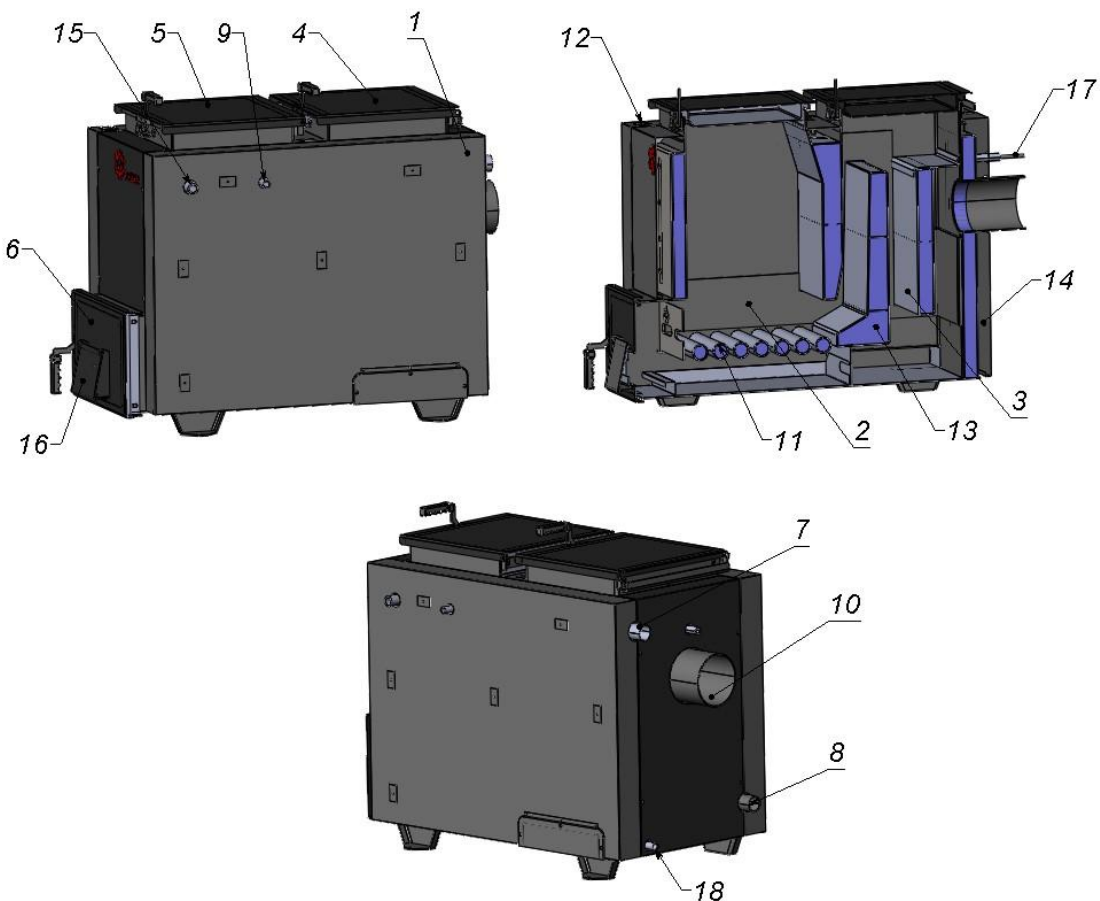

Рисунок 2 – Основні елементи котла
Конструктивно котел являє собою збірно-зварену конструкцію, що складається з корпусу (поз. 1, рис. 2) з камерою згоряння (топкою) (поз. 2, рис. 2). Конвекційна частина котла складається з триходового теплообмінника (поз. 3, рис. 2), який розташований безпосередньо за топкою.
Корпус котла виконаний в формі паралелепіпеду з подвійними стінками, які розділені водними перегородками (поз. 13, рис. 2). На зовнішній поверхні корпусу під декоративною обшивкою закріплена теплова ізоляція. (поз. 14, рис. 2).
Паливо для процесу спалення завантажується на колосникові ґрати (поз. 11, рис. 2) крізь завантажувальні дверцята (поз. 5, рис. 2). Згоряння палива в топці відбувається за участю повітря, яке постачається крізь вікно клапана подачі повітря (поз. 16, рис. 2), що закривається кришкою, під колосникові ґрати. Кількість повітря, необхідного для процесу згоряння, регулюється механічним регулятором тяги (не показаний на рис.2), або автоматично (за допомогою вентилятора з системою автоматики. Регулятор тяги/автоматика керування не входять до комплекту поставки котла.
Підведення і відведення теплоносія здійснюється відповідно через патрубки зворотної мережної води (поз. 8, рис. 2) і прямої мережної води (поз. 7, рис. 2).
Топочні гази виходять у димохід крізь боров (поз. 10, рис. 2), розташований у задній частині котла.
У верхній частині корпусу котла розташований штуцер для встановлення запобіжного клапана котла (поз. 9, рис. 2). Запобіжний клапан не входить у комплект поставки.
Ревізійний дверцята (поз. 6, рис. 2), що розташовані на передній стінці котла, необхідні для періодичного чищення колосникових ґрат, а також для можливості спорожнення підколосникової зони.
Для можливості періодичного обслуговування (чищення) теплообмінника передбачені дверцята поз. 4 (рис. 2).
Для встановлення вентилятора нагнітання повітря під колосники, що буде керуватись автоматикою, необхідно відкрити клапан подачі повітря (поз. 16, рис. 2) і встановити обрану модель вентилятора та відповідну систему автоматики.
Приєднання котла до опалювальної системи необхідно здійснювати за допомогою муфт або фланців. Трубопровід прямої мережної води потрібно приєднати до патрубку прямої мережної води (поз. 7, рис. 2). Трубопровід зворотної мережної води потрібно приєднати до патрубка зворотної мережної води (поз. 8, рис. 2).
8.6.1 Провести завантажування палива в топку котла. Для цього відкрити завантажувальні дверцята (поз. 5, рис. 2) та укласти на колосникові грати (поз. 12, рис. 2) шар палива. На укладений шар палива розмістити розпалювальний матеріал: папір, тріски, дрова (у переліченій послідовності). Повністю закрити шибер (поз.17,рис.2) втопивши його в котел.
8.6.4 Коли температура теплоносія дійде до 60 °С, через декілька хвилин відкоригувати підвіску ланцюжка регулятора тяги таким чином, щоб кришка клапана подачі повітря (поз. 17, рис. 2) залишалась відкритою на 1-2 мм.
Для забезпечення герметичності дверцят поз.4, 5, 6 (рис. 2) необхідно кожні два тижні змащувати ущільнюючі шнури дверцят графітним мастилом.
Перед повторним завантаження палива необхідно відкрити дверцята поз. 6 (рис. 2), відкрити заслінку, та провести чистку колосникових ґрат за допомогою скребка. Закрити заслінку та дверцята поз. 6 (рис. 2). Потім відкрити завантажувальні дверцята (поз.5,рис 2) та завантажити необхідну кількість палива. Повторити процедуру розпалювання (див. п. 8.6).